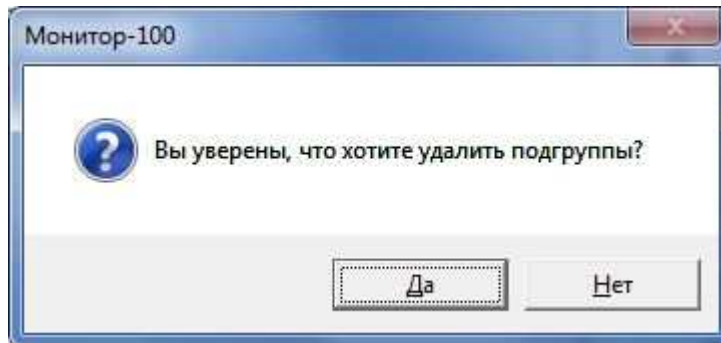

Рисунок 119
4) откроется диалоговое окно для подтверждения удаления (рисунок 119);